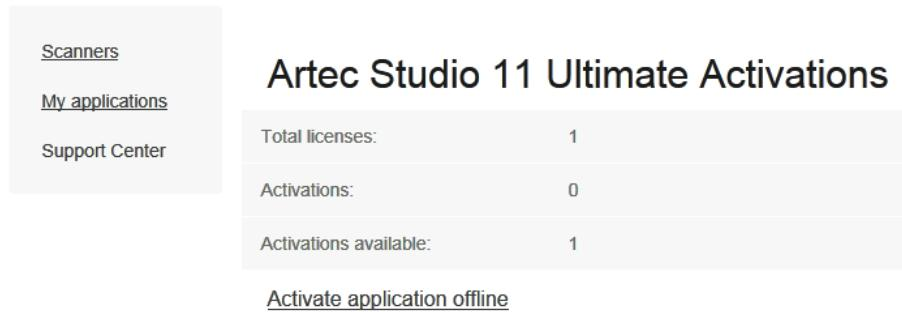

Рис. 4.16: Оффлайн-активация на *my.artec3d*.
5. Найдите Artec Studio и нажмите на соответствующую ссылку. Появится новая страница, как показано на Рис. 4.16.